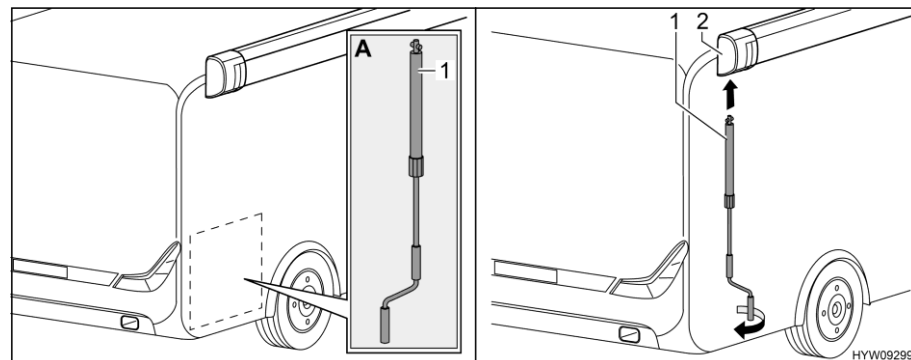

Fig. 49 Mettre la manivelle en place
- Prendre la manivelle (Fig. 49,1) dans le garage arrière (Fig. 49,A).
- Emboîter la manivelle dans la douille à baïonnette (Fig. 49,2) du store extérieur.